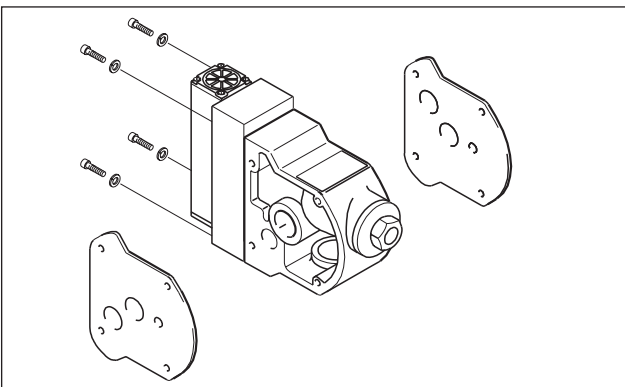

Abb. 18: Montage außenliegendes Steuerventil
- Die vier Befestigungsschrauben am Steuerblock lösen. Jetzt können Sie das gesamte Steuerventil einschließlich Pilotsteuerung herausziehen. Dies ist auch ohne die vorherige Demontage der Pumpe möglich (Abb. 18).